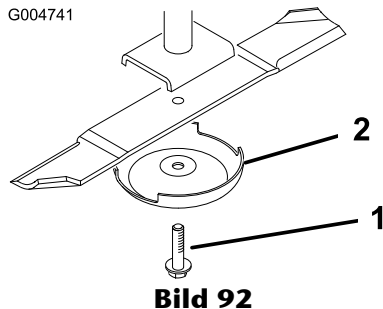

Bild 92
2. Halten Sie das Ende des Messers mit einem stark wattierten Handschuh oder wickeln Sie einen Lappen um es herum. Entfernen Sie die Messerschraube, die Antiskalpierkuppe und das Messer von der Spindelwelle (Bild 92).